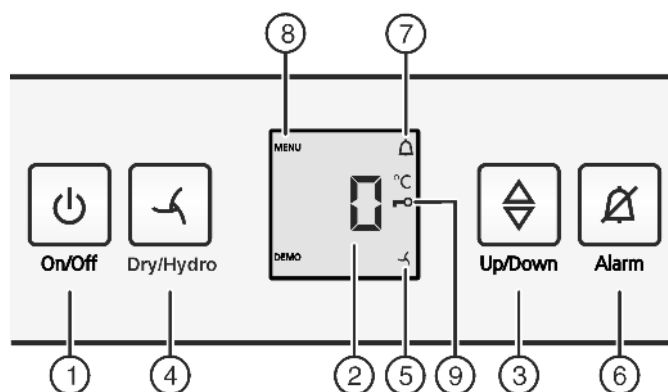

Fig. 2
- Stlačte tlačidlo On/Off Fig. 2 (1).
- ▶ Aktivujte režim nastavenia: Tlačidlo Dry/Hydro *Fig. 2 (4)* stlačte na cca 6 s.
- ▷ Symbol menu *Fig. 2 (8)* svieti.
- ▶ Tlačidlo Dry/Hydro *Fig. 2 (4)* stlačte krátko pre potvrdenie.
- ▶ Pre zapnutie detskej poistky stlačte krátko tlačidlo Dry/Hydro *Fig. 2 (4)*.
- ▷ Symbol detskej poistky *Fig. 2 (9)* svieti. Na indikátore blíká **c**.
- ▶ Pre vypnutie detskej poistky stlačte krátko tlačidlo Dry/Hydro *Fig. 2 (4)*.
- ▷ Symbol detskej poistky *Fig. 2 (9)* zhasne. Na indikátore blíká **c**.
- ▶ Deaktivácia režimu nastavenia: Stlačte tlačidlo On/Off *Fig. 2 (1)*.
- ▶ Stlačte tlačidlo Alarm *Fig. 2 (6)*.